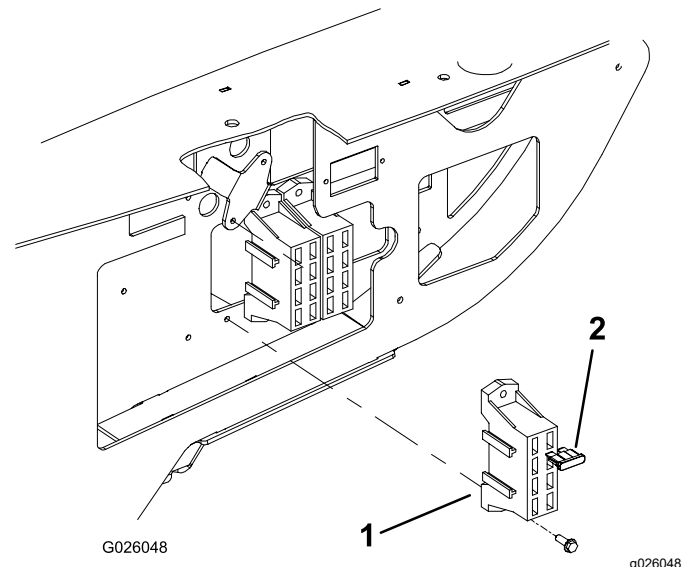

Figure 3
2. Fixez le porte-fusibles à côté du porte-fusibles existant au moyen de 2 vis (n° 8 x 1/2") (Figure 3).